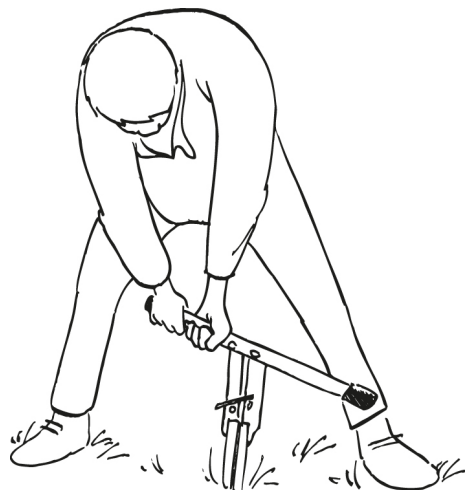

Fig. 3 Zodra de gewenste diepte bereikt is, wordt de profielsteker uit de grond getrokken met het vastgeklemd monster.
Nu kan het geheel uit de bodem worden getrokken (fig. 3) en kan de profielsteker worden geopend door de steekpen (3) van de korte balk te verwijderen om vervolgens de twee goten open te klappen (fig. 4).